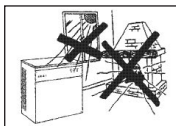
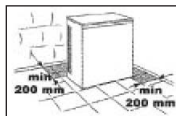

Fig 12.
Fig 14.
e) La machine est éloignée de toute source de chaleur et se trouve dans un endroit bien aéré. Prévoir un espace de 20cm au minimum sur les 2 côtés et à l'arrière. (Fig 12, Fig 14)